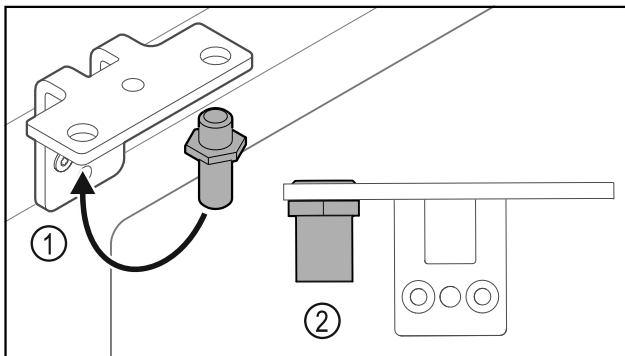

Fig. 29
- ▶ Bouten Fig. 29 (1) naar de scharnierhoek verplaatsen.
- ▶ Bouten Fig. 29 (2) met **aanhaalmoment van 12 Nm** vastdraaien.